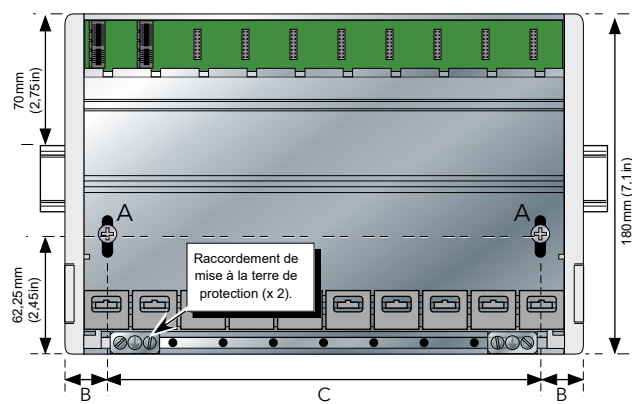

Figure 1: Dimensions du fond de panier
Comme illustré à la Figure 1 et au Tableau 1, le fond de panier de l'E+PLC400 est disponible en quatre dimensions, pour accueillir 0, 4, 8 et 16 modules E/S respectivement.
2. Au moyen d'un tournevis cruciforme adapté, desserrer les vis de base (« A » sur la Figure 1) et les laisser retomber avec leurs clips de rétention, au fond de la fente de vissage.
3. Placer l'instrument sur le bord supérieur du rail DIN et, au moyen du tournevis, faire glisser les vis (A) et les clips associés vers le haut, le plus loin possible vers le haut des fentes de vissage.
2. Maintenir la base horizontalement sur la paroi et marquer la position des deux trous sur la paroi (pour connaître les centres, consulter la Figure 1 ci-dessus).